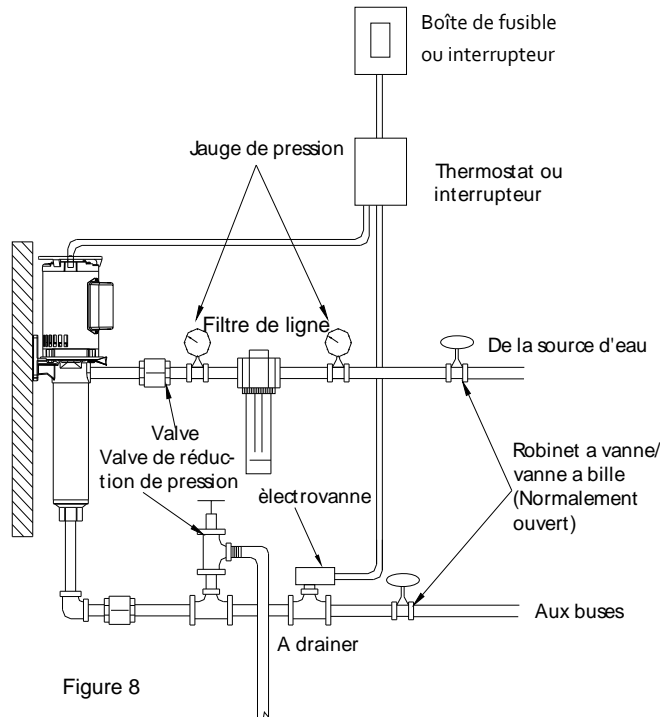

Figure 8
4. Chaque fois que la saleté, le sable ou les débris présents dans l'eau d'approvisionnement, installer un filtre ou une crépine sur le côté d'entrée de la pompe (voir figure 8).